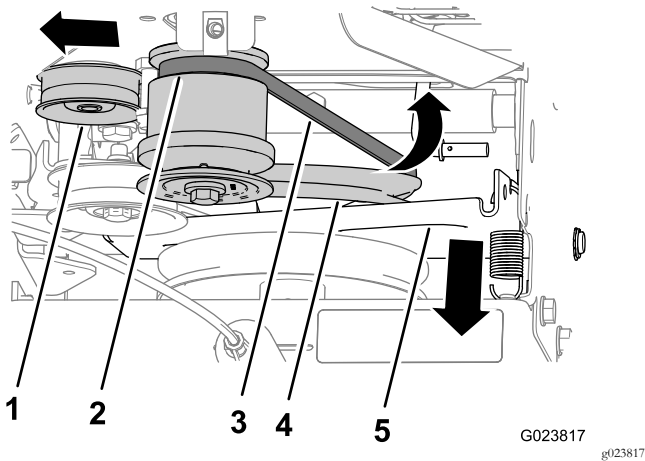

Bild 42
- Drehen Sie die Fahrantriebshalterung und die Antriebsriemenscheibe nach vorne (Bild 42).
- Ziehen Sie die Spannscheibe nach außen (Bild 42).
- Schieben Sie den Treibriemen von der hinteren Rille der Motorriemenscheibe und nehmen den Riemen von der Maschine (Bild 42).
- Fluchten Sie den Riemen in der Rille unten an der Riemenscheibe des Fahrtriebs aus (Bild 42).
- Fluchten Sie den Riemen in der hinteren Rille der Motorriemenscheibe aus (Bild 42).